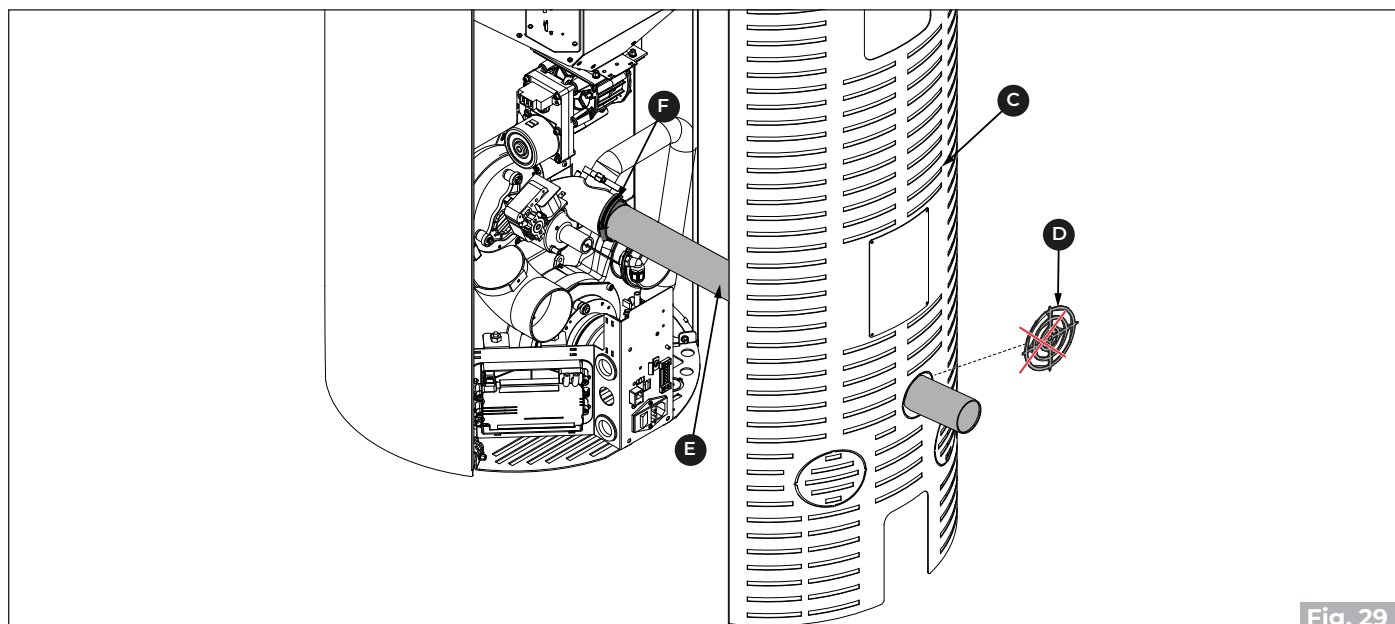

Fig. 29
- Retirer la tôle pré-coupée **(D)** sur le panneau arrière **(C)** et faire passer le tuyau flexible **(E)** pour le raccorder à une prise d'air externe («Fig. 29»).